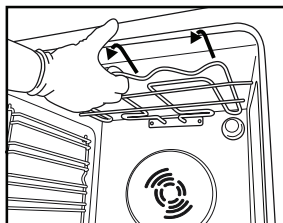
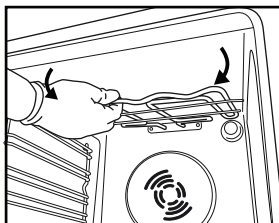

Fig. 4
Fig.5
2. Tirez légèrement sur la résistance chauffante (Fig. 4) et abaissez-la (Fig. 5).